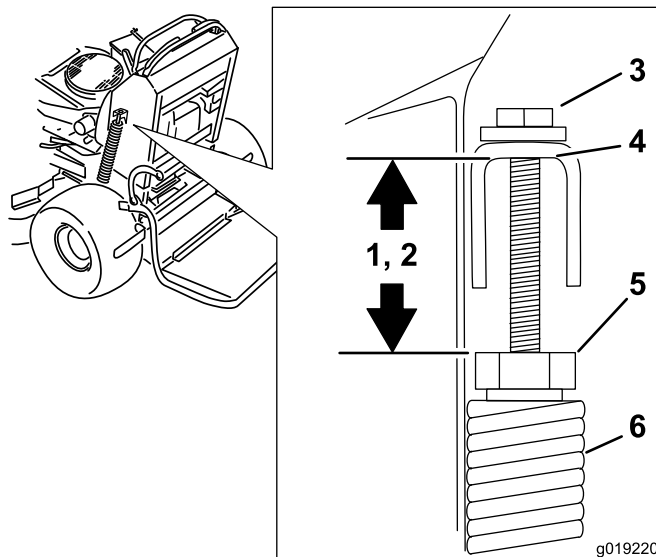

Figura 93
2. Compruebe la distancia entre la tuerca del muelle y el extremo inferior del soporte en U soldado (Figura 93).
3. Asegúrese de que la longitud es de 47–50 mm para carcasas de corte de 48 y 52 pulgadas y de 43–46 mm para carcasas de cortacésped de 60 pulgadas (Figura 93).
4. Si es necesario, ajuste la distancia ajustando el perno situado encima del soporte en U (Figura 93).